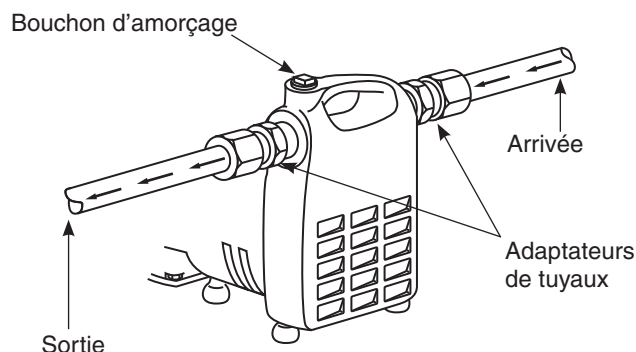

Figure 2
- La figure 2 montre une application typique. Des adaptateurs filetés sont fournis pour attacher un boyeau d'arrosage là où les conditions permettent son usage. La pompe ne devrait jamais être plus que 4,6 m (15 pieds) par dessus ou éloigné de la source d'arrivée. Installer un clapet de pied lorsque le montage d'aspirateur dépasse 3 m (10 pi) ou lorsque la conduite d'aspiration dépasse 3 m (10 pi) de longueur.